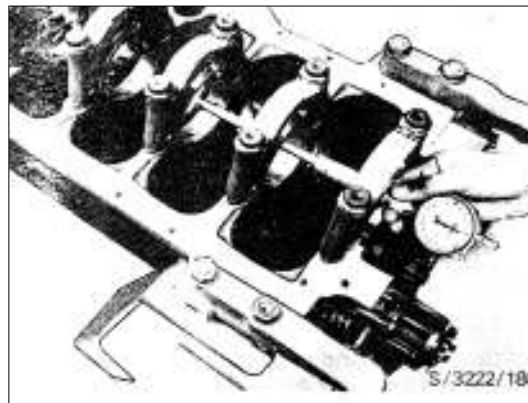

РИС. 16
- 4) Измерьте посадочные отверстия коренных подшипников, используя нутромер, и запишите показания в лист осмотра-2 (см. табл. 6), (рис. 16)